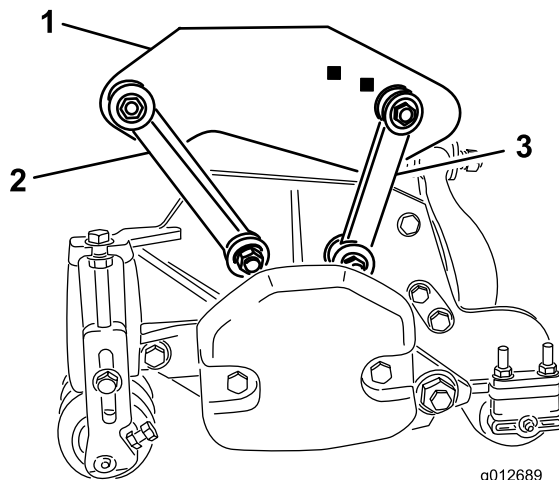

Figure 19
- Fixez les biellettes de montage avant dans les trous du bâti porteur au moyen d'un boulon ($\frac{3}{8}$ " x $2\frac{1}{4}$ "), de 2 rondelles plates et d'un contre-écrou, comme montré à la Figure 19. Placez une rondelle de chaque
- Fixez les biellettes de montage arrière dans les trous du bâti porteur arrière au moyen d'un boulon ($\frac{3}{8}$ " x $2\frac{1}{4}$ "), de 2 rondelles plates et d'un contre-écrou, comme montré à la Figure 19. Placez une rondelle de chaque côté de la bielle lors du montage. Serrez les fixations à 42 N·m.